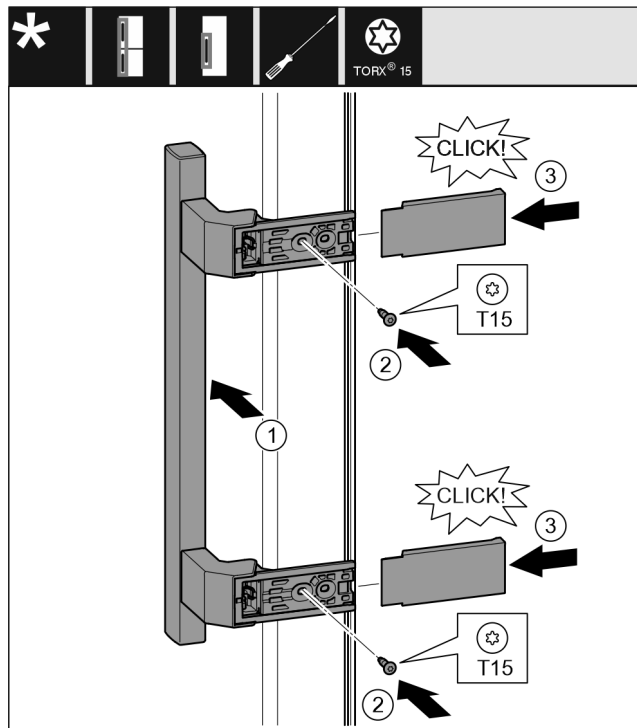

Fig. 16
- ▶ Ročaj namestite na nasprotno stran. Fig. 16 (1)
- ▶ Trdno privijte vijake z izvijačem T15. Fig. 16 (2)
- ▶ Pokrove pristavite ob strani in potisnite gor. Fig. 16 (3)